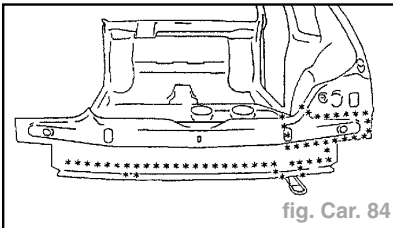

fig. Car. 84
- Dégraffer les points à l'aide d'une fraise de diamètre = **8 mm** (fig. Car. 84).